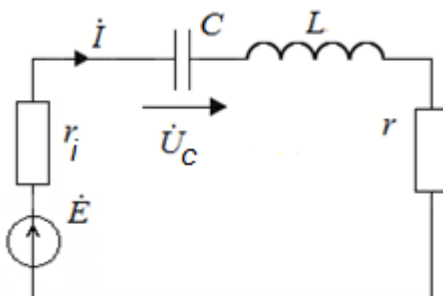

Рис. 195
1. Рассчитать и построить АЧХ и ФЧХ последовательного колебательного контура (рис. 195) по напряжению на ёмкости, если $r_i = 1$ Ом; $r = 9$ Ом; $L = 80$ мкГн; $C = 2000$ пФ.